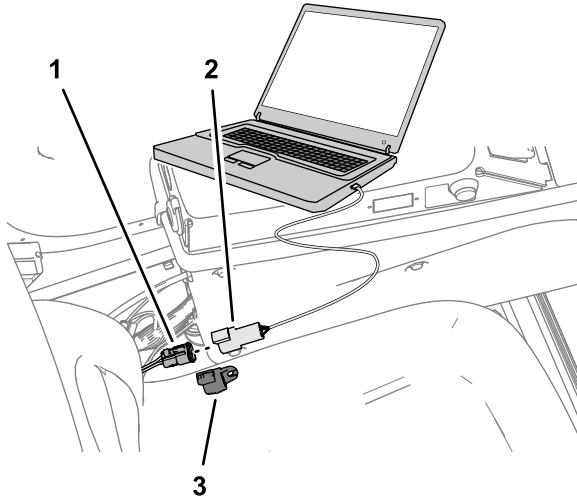

Bild 155
7. Ziehen Sie den Anschluss des USB/CAN-Schnittstellenkabels vom Anschluss des Kit-Kabelbaums ab, und bringen Sie die Kappe am Anschluss des Kabelbaums an (Bild 155).